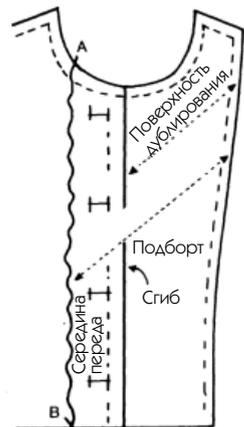

Рис. 236
На подборте + добавление (рис. 236)
2. Термоклеющая ткань разрезается соответственно с шириной подборта + прибавка для покрытия петель + 2 см (рис. 236).